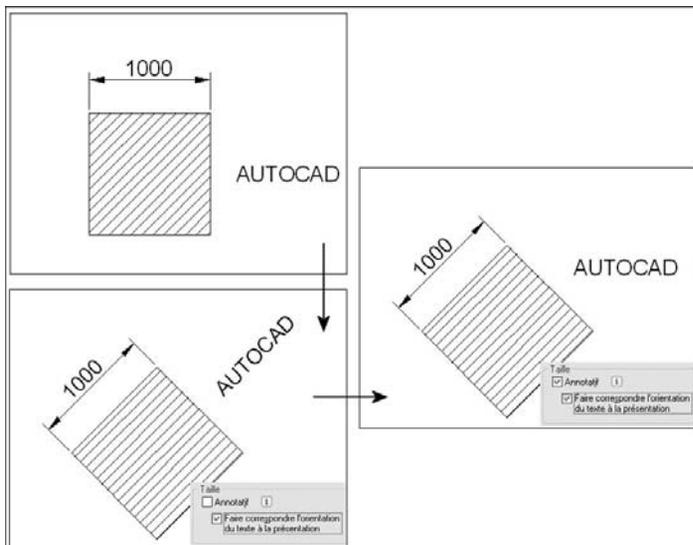

Fig.13.31
**Pour faire correspondre l'orientation de la présentation d'un style de texte annotatif, la procédure est la suivante (fig.13.31) :**